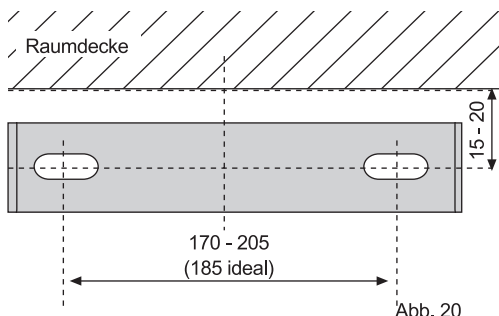

Abb. 20
Befestigen Sie das Montageblech (9) (Abb. 21) mit zwei Schrauben 3,5x25 mm (18) und zwei Dübeln 6 mm (19) an der Wand. Wählen Sie den Abstand des Montagebleches (9) entsprechend nebenstehender Skizze (Abb. 20)